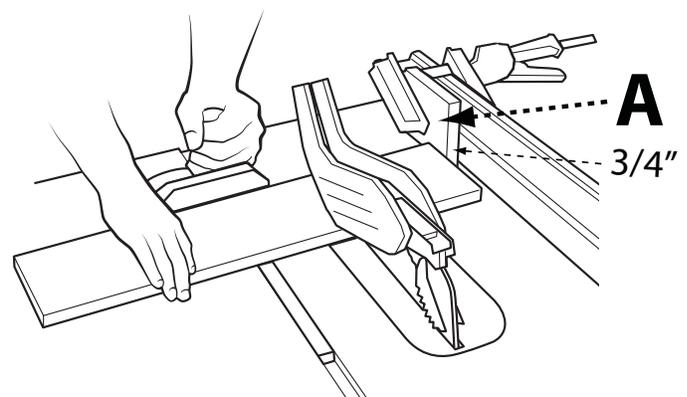

FIGURA 36
Cuando haga cortes cruzados de un cierto número de piezas a la misma medida, puede amarrar un bloque de madera (A) a la guía de corte como se muestra en la Figura 36, y usarla como guía para el trozo de madera a descartar y que éste no quede atrapado entre el disco y la guía. Una vez haya elegido la longitud del descarte, fije la guía y use la regla de ingletes para empujar la pieza contra el disco.